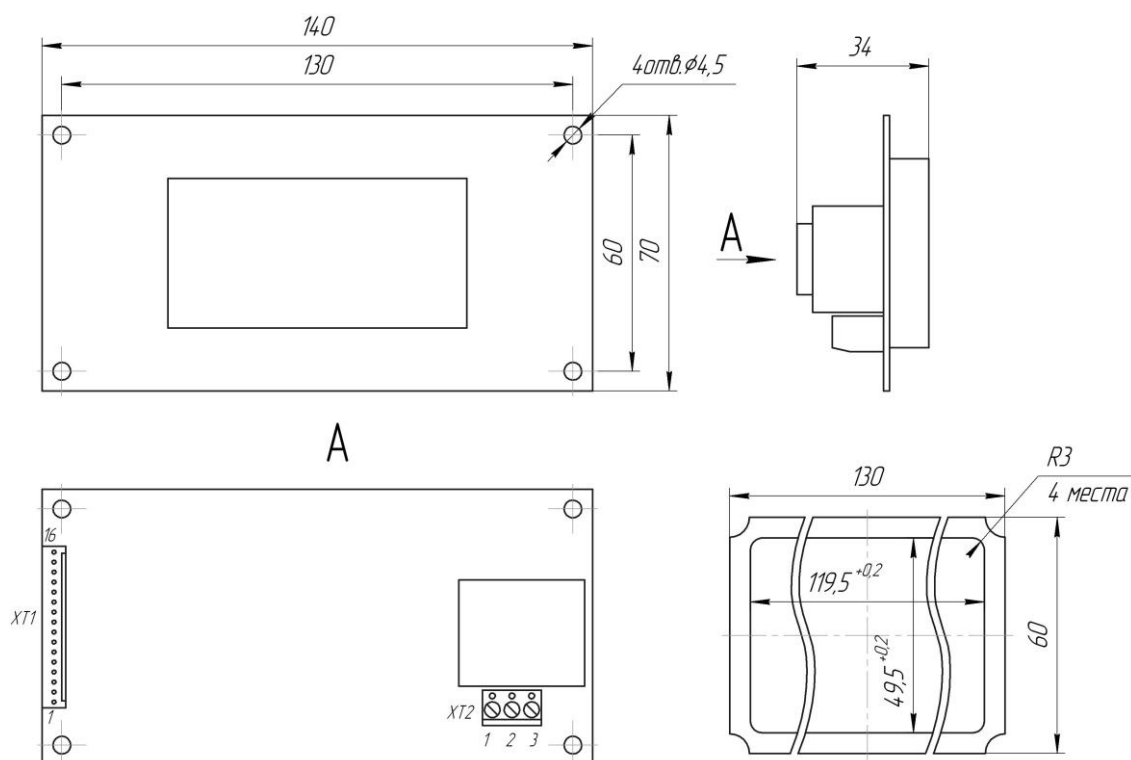

Рис.1. Габариты УМЛМ и Светофильтра.
6.1 Установить УМЛМ и светофильтр на штатное место. Габаритные и установочные размеры УМЛМ и светофильтра показаны на рис.1.